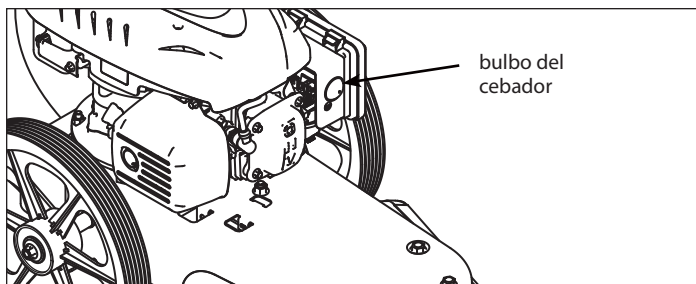

FIGURA 7: Bulbo del cebador
1. Presione el bulbo del cebador cinco veces. Espere aproximadamente dos segundos cada vez que lo presione. **CONSULTE LA FIGURA 7.**
3. Para arrancar un motor frío, presione el bulbo del cebador cinco veces. Espere dos segundos cada vez que presione el bulbo del cebador. **CONSULTE LA FIGURA 7.**